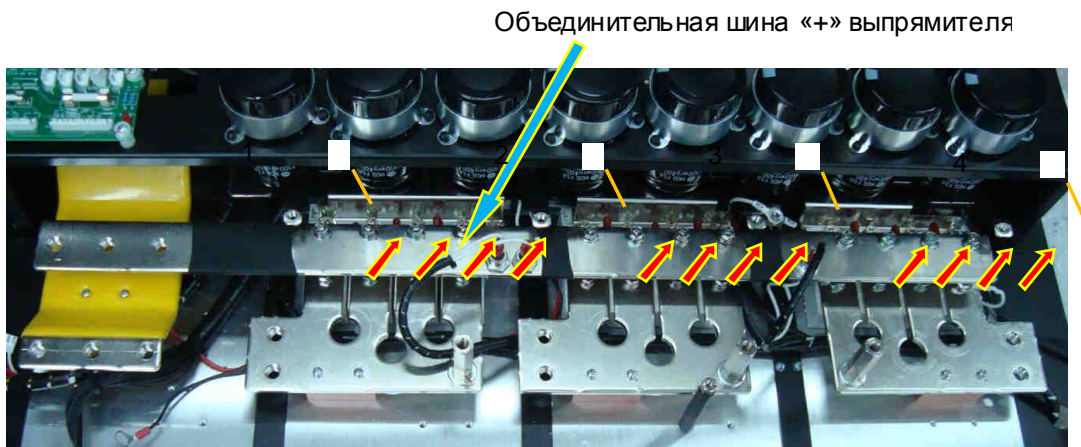

Рис. 7. 24.
7.11.3.9. На выводы блока конденсаторов 1÷4 (рис. 7. 24.) установить объединительную шину средней точки выпрямителя, закрепив ее винтами. Под винт вывода 3 установить клемму провода «VOn» разрядного резистора (рис. 7. 25.).